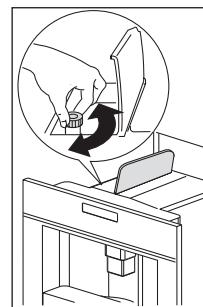

Рис. 21
- В случае засыпания больше одной меры молотого кофе и засорения воронки продавите кофе ножом (Рис. 21). После этого извлеките и очистите варочную группу и машину, как это описано в разделе «Очистка варочной группы».